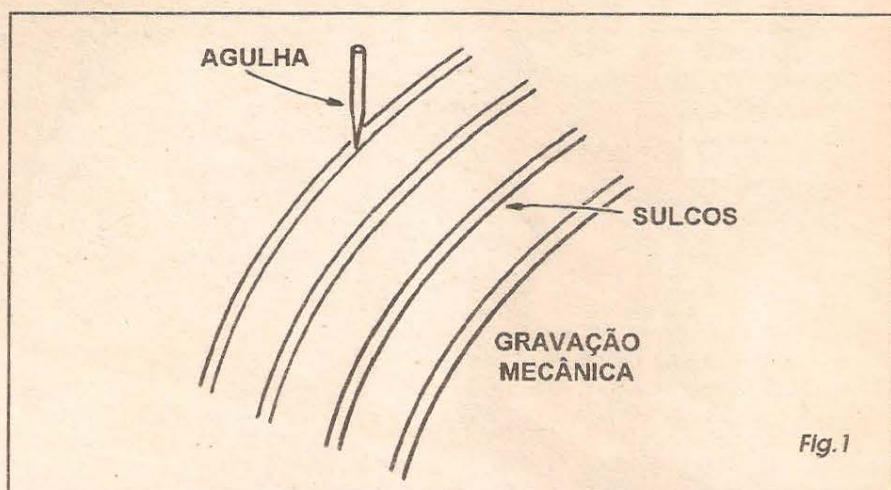

Fig. 1
- Os dois capacitores eletrolíticos vistos na esquerda do diagrama esquemático (FIG. 1) determinam, basicamente, os tempos das *rampas* de intensidade/frequência... Podem ter seus valores proporcionalmente modificados, na busca de manifestações mais curtas ou mais longas por parte do *silvo* do EFSIL... Para não descaracterizar completamente o efeito, recomendamos que a faixa de experimentação (nesses capacitores...) fique entre 22u e 470u, lembrando ainda que *não é forçoso* que ambos tenham idêntico valor...
- FIG. 1 - A GRAVAÇÃO MECÂNICA...